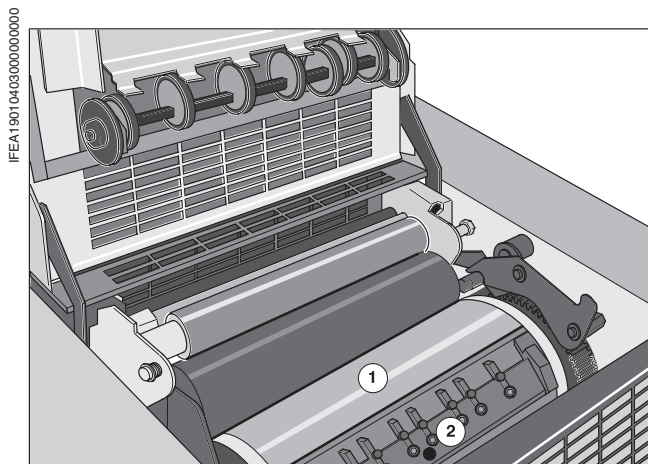

Рис. 5 Формный цилиндр
Хромированный формный цилиндр (Рис. 5/①) имеет диаметр 180 мм и находится в контакте с офсетным цилиндром по опорному кольцу.
Зажимные шины для формы (Рис. 5/②), задняя зажимная шина) при замене формы открываются и закрываются автоматически.